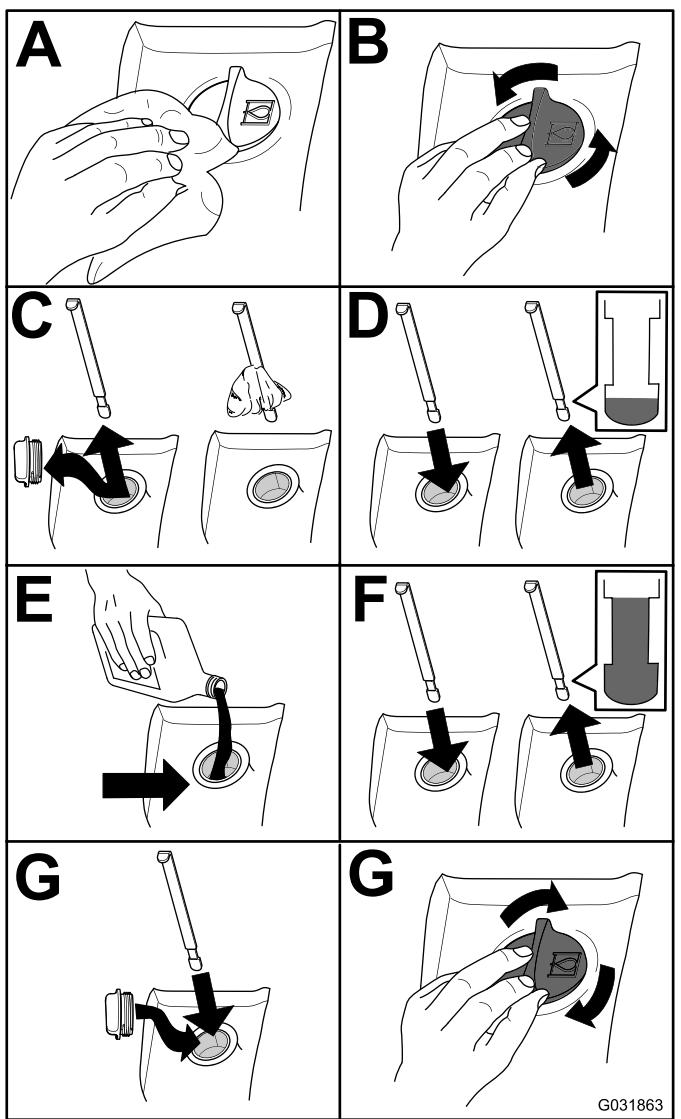

Figura 101
- Verifique o nível de fluido hidráulico (Figura 101).